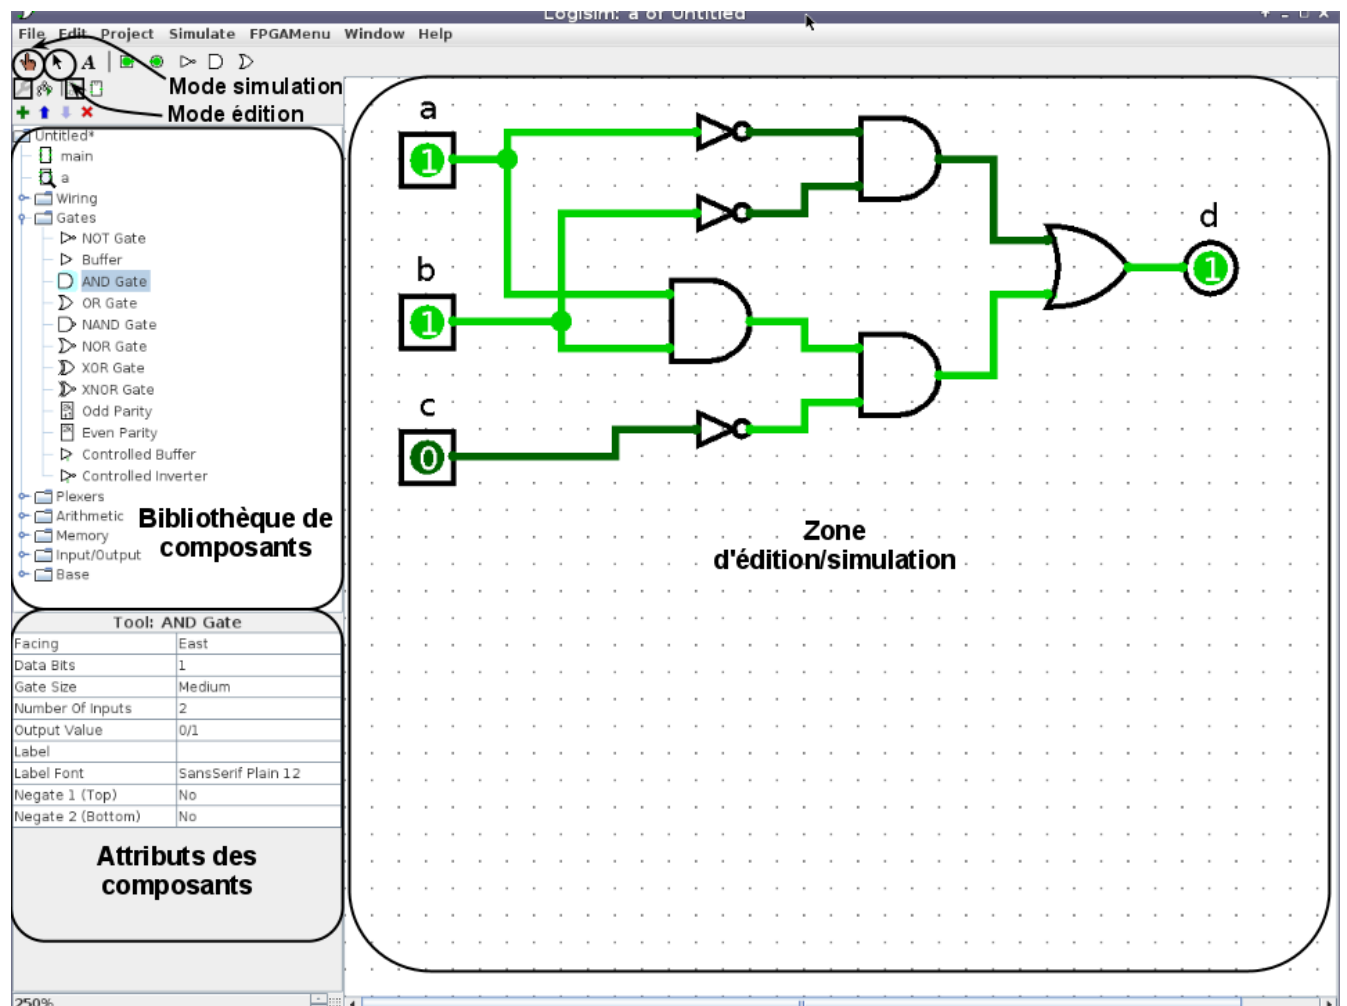

FIG. 1 : Interface de Logisim
Vous pouvez voir l'interface de Logisim sur la Figure 1.
1. Pour utiliser le mode édition, il faut simplement sélectionner la flèche comme indiqué en haut de la figure 1.
1. Pour utiliser le mode simulation, il faut sélectionner la main en haut à gauche de Logisim (cf Figure 1)